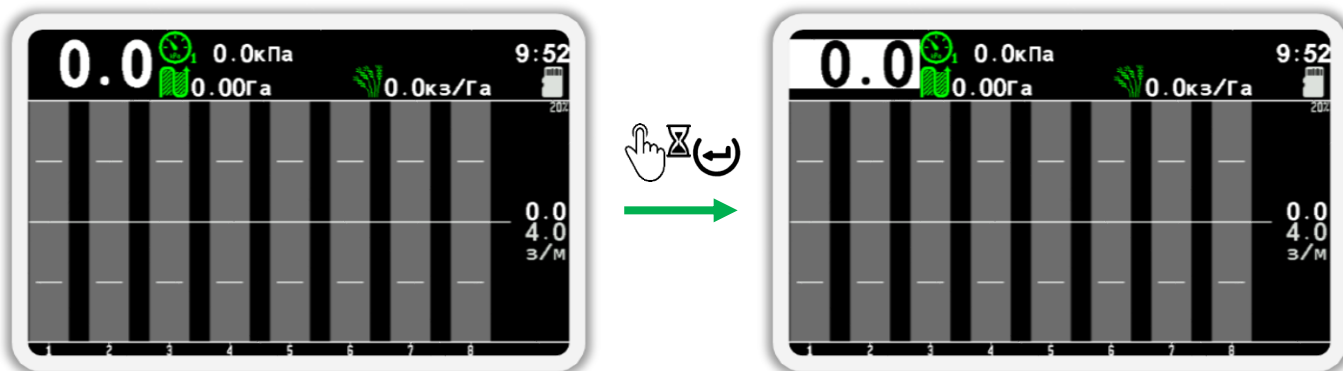

Рисунок 37 Переход в режим настройки датчиков. На рисунке справа изображен выбранный датчик скорости (его фон окрашен белым цветом).
- Находясь на главном экране (см. Рисунок 37), на пару секунд нажмите кнопку  «Меню» для перехода в режим настройки параметров датчиков.